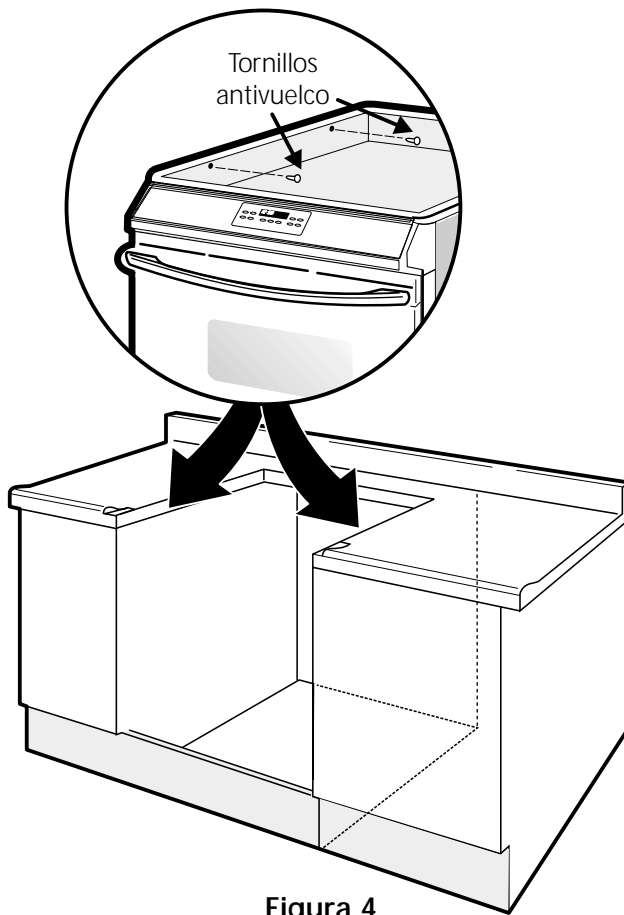

Figura 4
7. Las estufas con una tapa para cocinar que se levanta tienen 4 tornillos antivuelco que se incluyen en el paquete de instrucciones (vea Figura 4). Levante la tapa y fije la caja de hornillas al armario con estos tornillos para evitar que la estufa se vuelque.